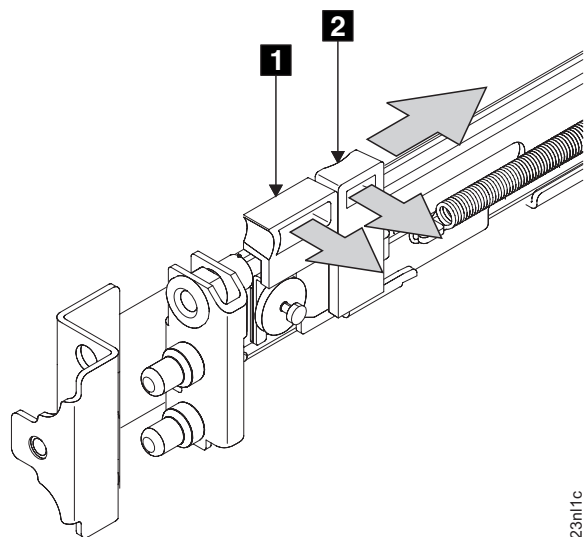

図 88. 前部ラッチ・ロック・キャリア・アセンブリーを開く
3. ラッチ・レバー **1** をレール (429 ページの図 88) の終端の方向に動かしながら、ラッチ・ロック **2** をレールから離れる方向に静かに押します。ラッチ・ロック・キャリア・アセンブリーが、ばねの強度でスライドします。